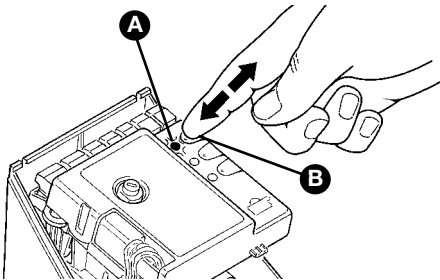

Figura 61
- 2 Presione el botón P1 (Figura 61) en la central una cantidad de veces equivalente al mando deseado, según la siguiente tabla: (ej.: 3 veces para el mando “Sólo Abrir”).